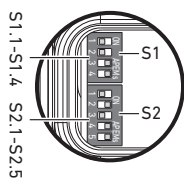

Fig. 3: DIP-brytare S2
2. Ställ DIP-brytaren S2.5 i önskat läge (se även Fig. 3: "DIP-brytare S2").